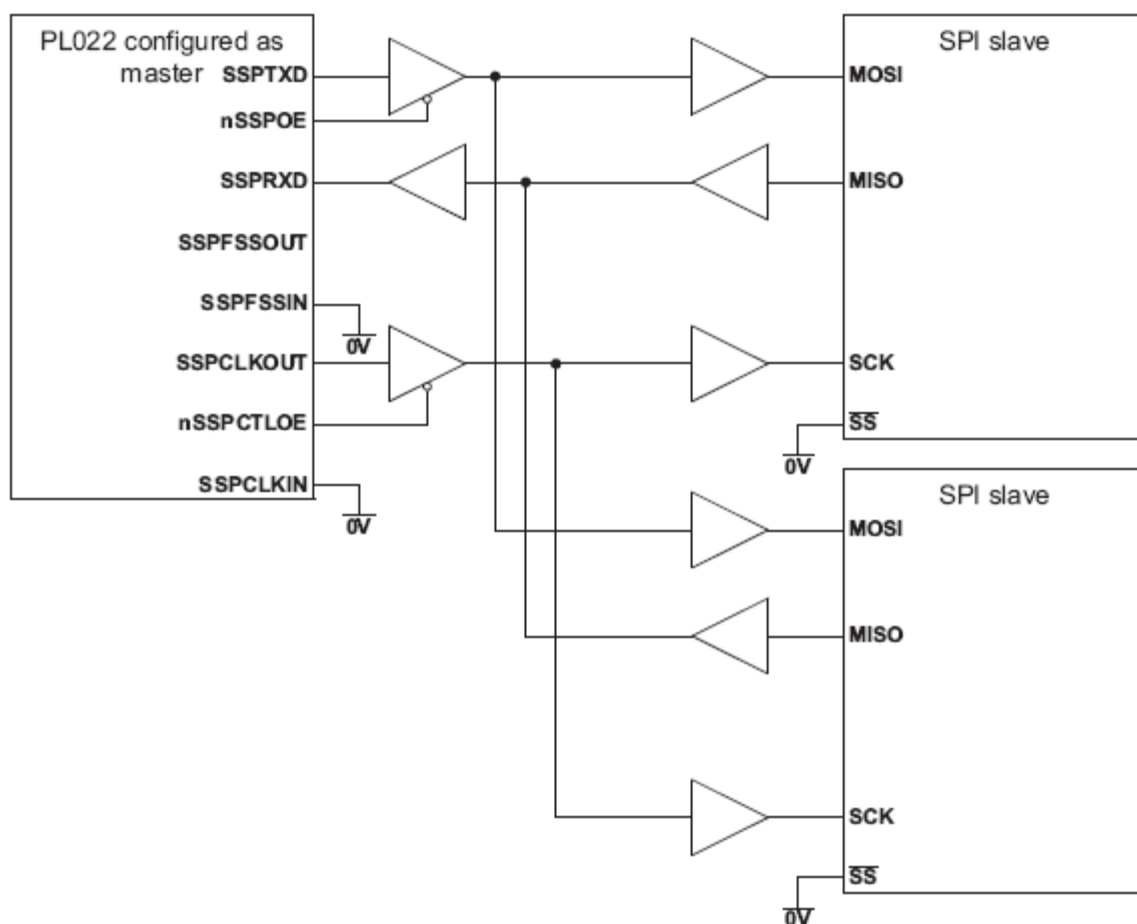

Рисунок 113 – Ведущее устройство SSP подключено к двум ведомым, поддерживающим SPI
Рисунок 113 показывает подключение модуля SSP, сконфигурированного как ведущее устройство, к двум ведомым устройствам, поддерживающим протокол SPI фирмы Motorola. Внешние устройства сконфигурированы как ведомые путем установки в низкий логический уровень сигнала выбора ведомого устройства Slave Select (SS). Как и в предыдущем примере, ведущее устройство способно передавать данные в адрес ведомых циркулярно по линии SSP_TXD. Ответная передача данных на входную линию SSP_RXD ведущего устройства одновременно осуществляется только одним из ведомых по соответствующей линии MISO.